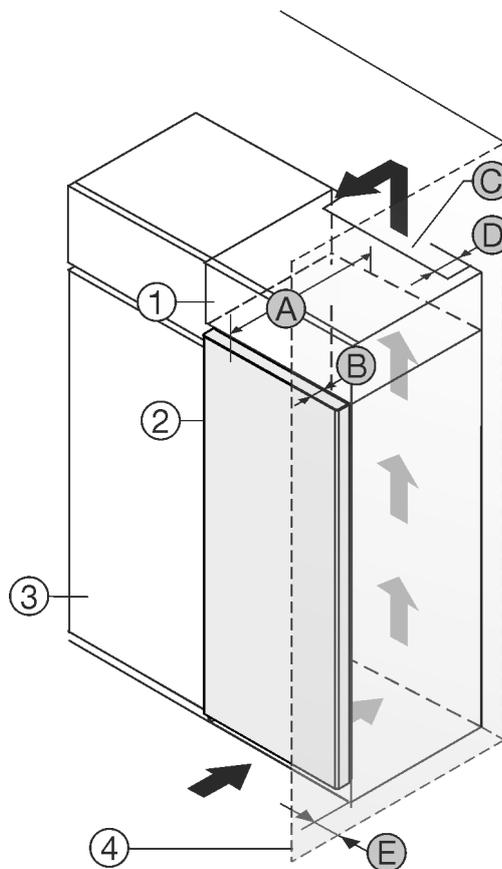

Fig. 1
Можете да поставите уреда непосредствено до кухненския шкаф Fig. 1 (3).*
От задната страна на шкафа-пристройка трябва да има вентилационен отвор с дълбочина Fig. 1 (D) по цялата ширина на шкафа-пристройка.*
Под тавана на помещението трябва да е спазено сечението за вентилация Fig. 1 (C).*
Когато уредът се поставя с пантите до стена *Fig. 1 (4)*, разстоянието между уреда и стената трябва да е поне 13 mm.*
Когато уредът се поставя с пантите до стена *Fig. 1 (4)*, разстоянието между уреда и стената трябва да е поне 20 mm.*
За да можете да отворите вратата изцяло, уредът трябва да е издаден с дълбочината на вратата *Fig. 1 (B)* спрямо челото на кухненския шкаф. В зависимост от дълбочината на кухненските шкафове *Fig. 1 (3)* и използването на детайли за отстояние от стената, уредът може да излезе още по-напред.*